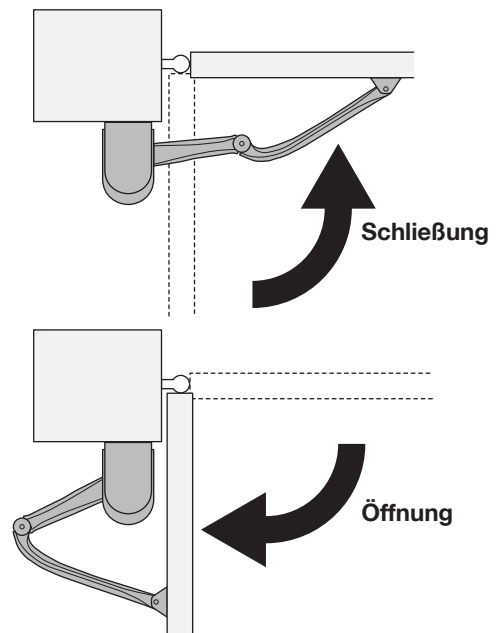

Abb.17
06. Von Hand überprüfen, dass der Flügel des Tors beim Öffnen und Schließen an den gewünschten Punkten anhält **Abb. 17**;